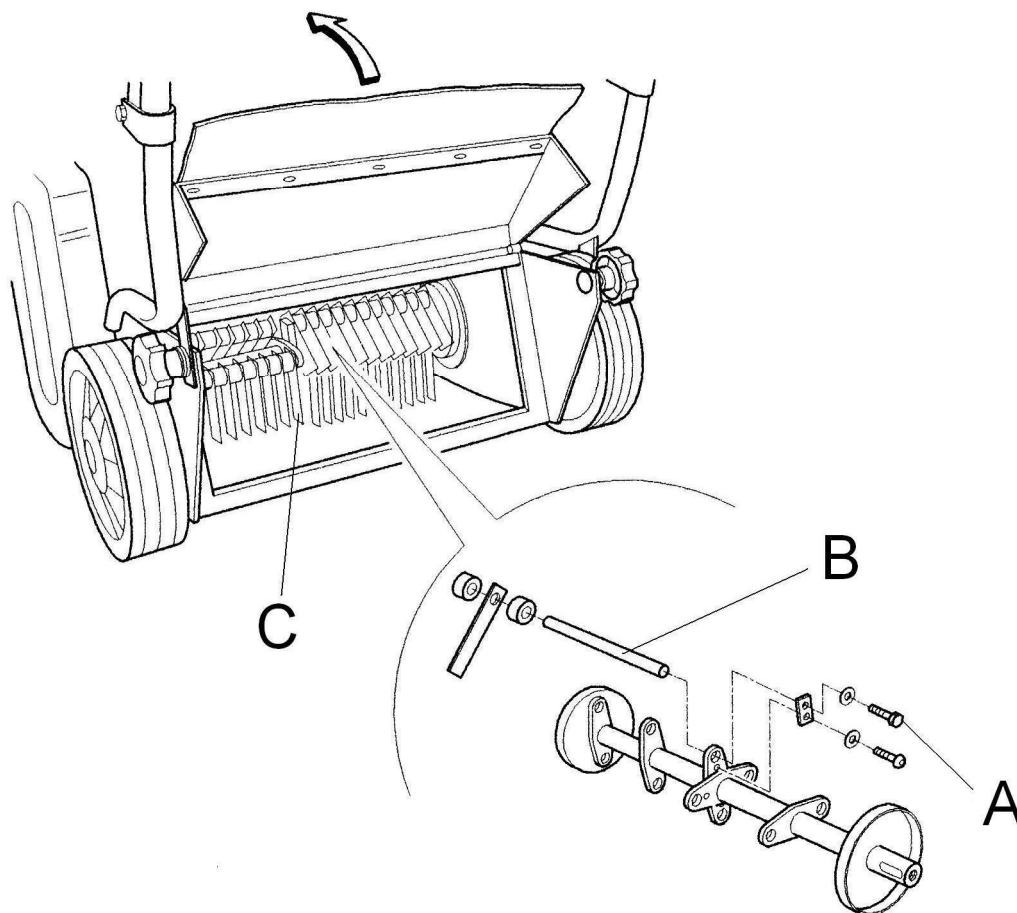

Fig.9
- Durante il lavoro, se le lame (Fig. 9, rif. C)colpiscono pietre o ceppi fermarsi subito e verificare che non si siano piegate o spezzate. Se sono difettose è necessario sostituirle.
3. Controllare le condizioni delle lame(Fig. 9 rif. C).
5. Svitare vite (Fig. 9 rif. A)
6. Sfilare perno porta lame(Fig9 rif. B)